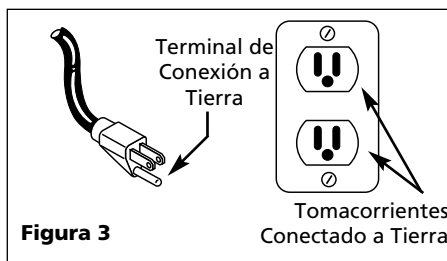

Figura 3
1. Este producto está diseñado para circuitos nominales de 120 voltios y tiene un enchufe para conexión a tierra similar al de la Figura 3. Cerciórese de conectarlo a un tomacorrientes cuya configuración sea similar a la del enchufe. No utilice un adaptador con este producto. Este producto se debe conectar a tierra. En caso de que ocurra un cortocircuito, ésto evitaría el riesgo de choque eléctrico al ofrecerle un cable de desvío a la corriente eléctrica. Este producto tiene un cordón con un alambre y terminal de conexión a tierra. El cordón eléctrico debe conectarse a un tomacorrientes que esté instalado y conectado a tierra correctamente, según los códigos y ordenanzas locales.